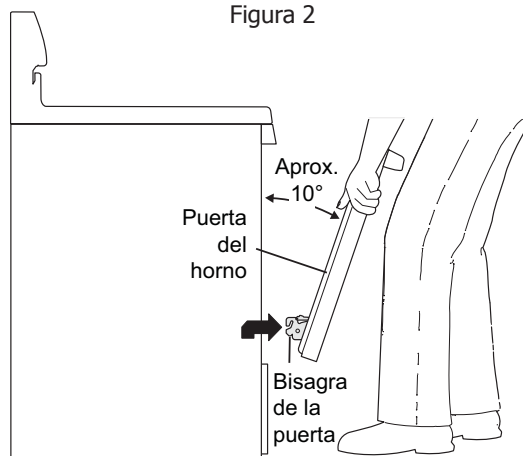

Figura 3
3. Sostenga firmemente ambos lados de la puerta del horno en sus costados (no use la manija de la puerta; vea la figura 3).
1. Sostenga firmemente ambos lados de la puerta del horno en sus costados (no use la manija de la puerta; vea la figura 3).